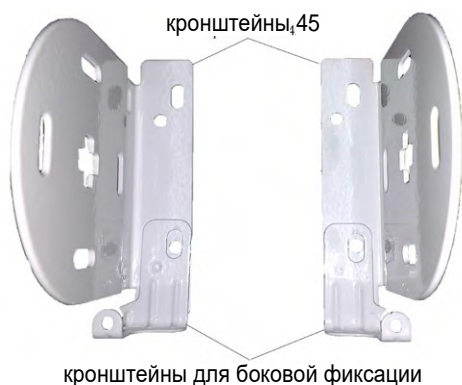

Рис. 3. Установка кронштейнов для боковой фиксации
- Просверлить отверстия под кронштейны, при необходимости вставить дюбели (не входят в комплект поставки). если изделие имеет боковую фиксацию (модель Классика AMG), то наложить кронштейны для боковой фиксации на обычные кронштейны (Рис.3) и прикрутить их совместно саморезами.